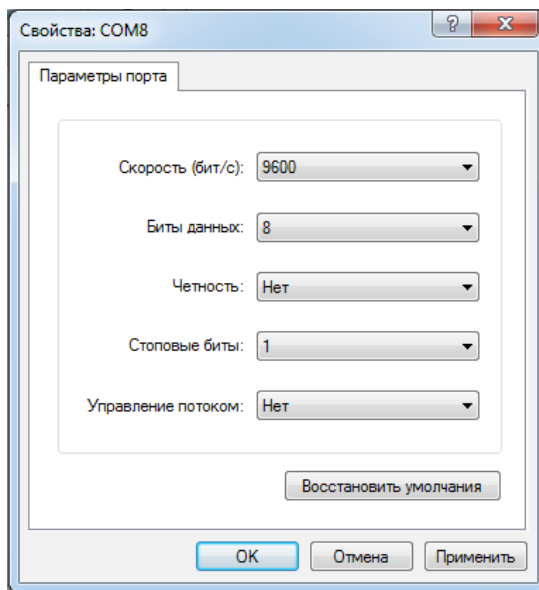

Рис.26. HyperTerminal. Настройка последовательного порта.
4. Укажите параметры последовательного порта: скорость подключения, биты данных, чётность, стоповый бит. Нажмите **“Применить”** и **“ОК”** (Рис.26).